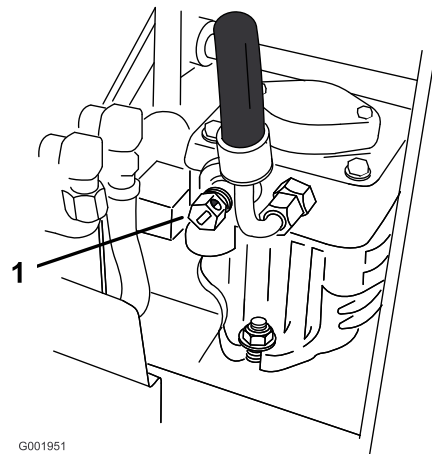

Figure 25
2. Ouvrez les vannes de dérivation des deux pompes en les tournant 1 à 2 fois dans le sens antihoraire. Cela permet au liquide hydraulique de contourner les pompes et aux roues de tourner (Figure 25).